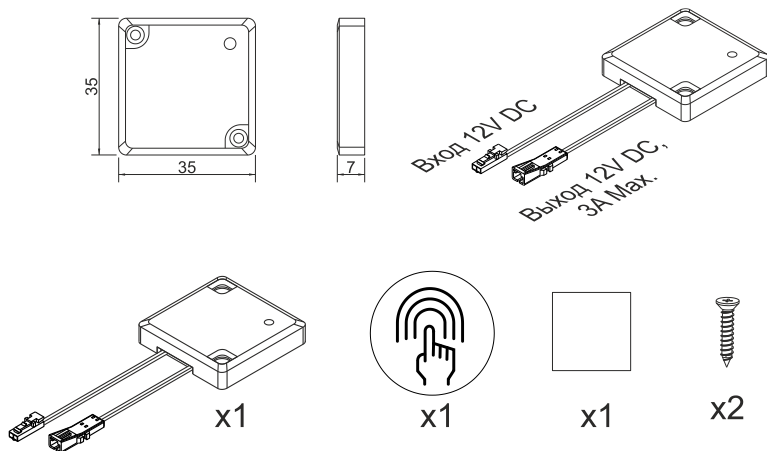

Рис.1
- Размеры **Выключателя сенсорного** и комплектация указаны на рис.1.